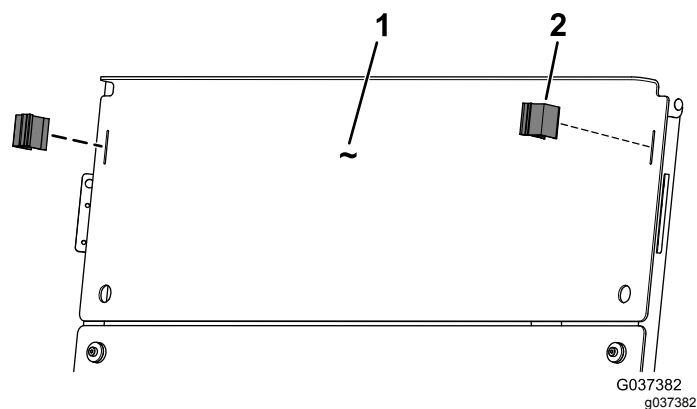

Figura 5
4. Prenda o limpa para-brisas superior aos tubos do toldo utilizando os dois cliques do recetor (Figura 5).